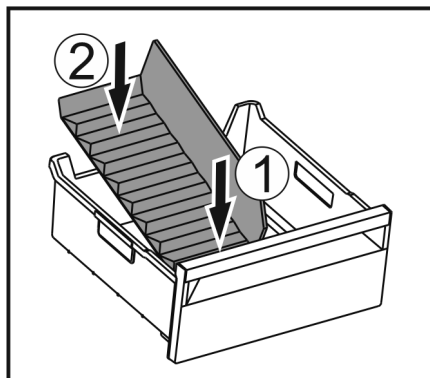

Fig. 171
- Sæt den forreste del af frostrumsadskilleren i. Fig. 171 (1)
- Sæt den bageste del af frostrumsadskilleren ned i skuffebunden. Fig. 171 (2)